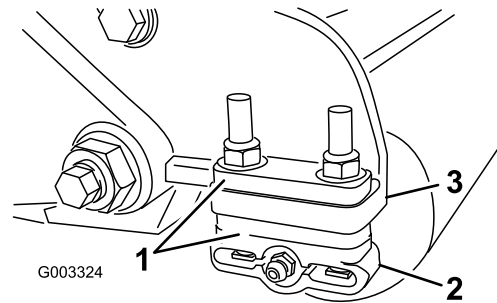

**Figura 12**
10. Pruebe el rendimiento de corte insertando una tira larga de papel de prueba del rendimiento de corte (Pieza Toro N° 125-5610) entre el molinete y la contracuchilla, perpendicular a la contracuchilla (**Figura 12**). Gire el molinete lentamente hacia adelante; debe cortar el papel.